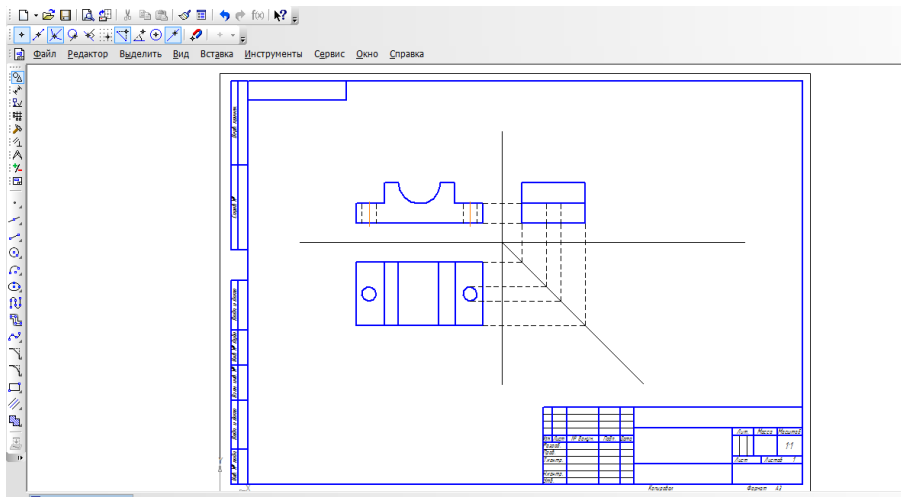

Рисунок 6 – Модель. Вид слева
7. Проецируем на профильную плоскость проекции вид слева (рисунок 6);